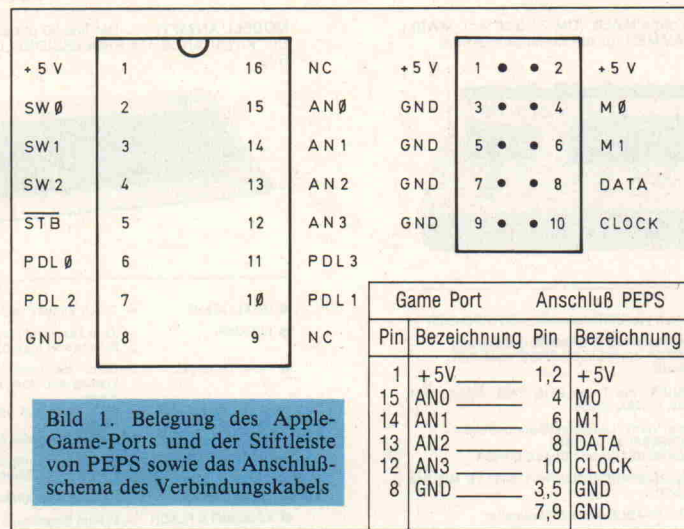

Bild 1. Belegung des Apple-Game-Ports und der Stiftleiste von PEP(S) sowie das Anschlußschema des Verbindungskabels
Der EPROM-Simulator benötigt zum Betrieb eine Datenleitung, eine Taktleitung, zwei Steuerleitungen sowie eine Versorgungsspannung von 5 Volt. Bei Apple-Computern bietet sich zum Anschluß von PEP(S) der Game Port mit seinen vier freien Bits an. Neben der Simulator-Hardware benötigt man also lediglich ein Verbindungskabel für den Anschluß von PEP(S). Die Belegung des Kabels sowie das Pinout der Stecker des Apple und von PEP(S) zeigt Bild 1.